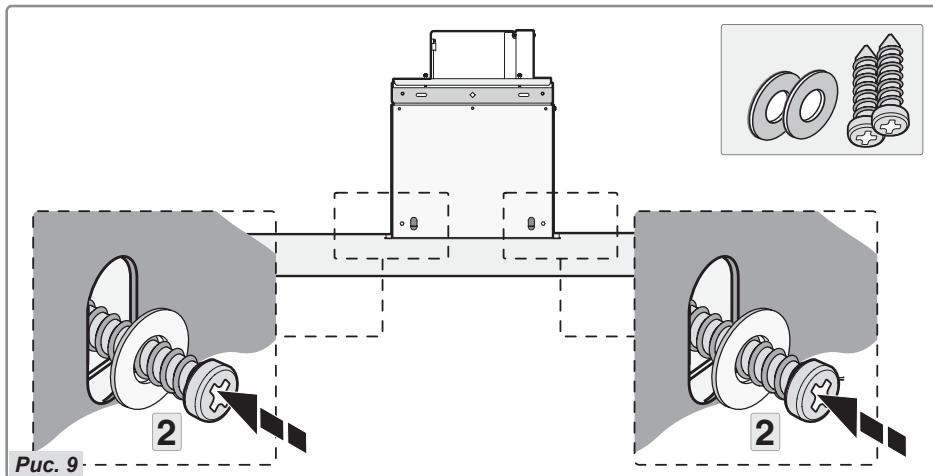

Рис. 9.
– Окончательно зафиксируйте кухонную вытяжку с помощью двух винтов и шайб, которые входят в комплект (рис. 9, шаг 2).